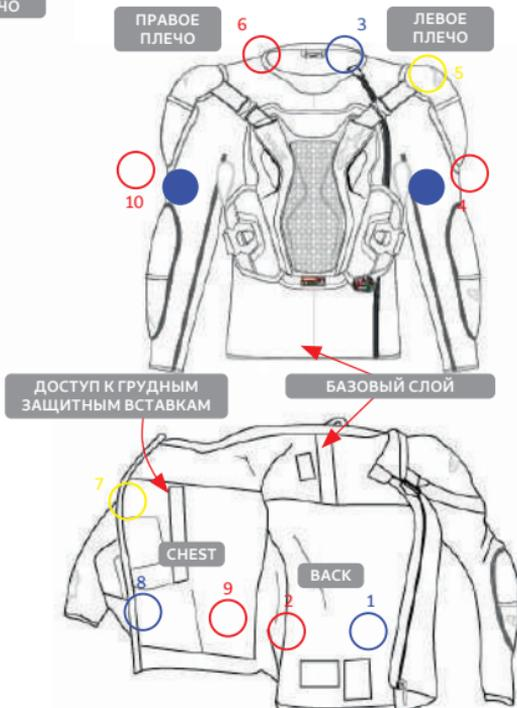

Рисунок 28: Расположение зажимов на подушке безопасности (слева) и на базовом слое системы (5) (справа)
1) Сначала разместите систему спинкой вниз на ровной поверхности, предпочтительно на верстаке или столе. Отсоедините подушку безопасности от базового слоя (5), открыв все соединительные клипсы, расположенные, как показано на рисунке 28. Доступ к этим соединениям осуществляется через специальные отверстия в базовом слое (5), также показанные на рисунке 28. Всего имеется 10 клипс крепления подушки безопасности, которые распределены и пронумерованы следующим образом (см. рис. 28): 3 клипсы в области левого плеча (клипсы 3-4-5), 2 клипсы в области правого плеча (6 и 10), 3 клипсы в области груди (7-8-9) и 2 клипсы в области нижней части спины (1-2). Рекомендуется отсоединять клипсы в следующем порядке: начните с клипс в нижней части спины (1 и 2), затем переходите к клипсам в области плеч (3-4-5 и 6), затем — к клипсам на груди (7-8-9), и завершите отсоединением последней клипсы на правом плече (номер 10) (см. рисунок 28).
2) После отсоединения всех клипс поверните систему так, чтобы защита спины была сверху, и откройте нижнюю молнию в отсеке для гидратора (9) и электронного блока (16), расположенного на спине системы. Чтобы это сделать, потяните красную петлю вниз правой рукой и одновременно приподнимите электронный блок вверх левой рукой.
Затем пользователь может осторожно вытянуть всю подушку безопасности из системы Tech-Air[®] до полного извлечения. Далее пользователь должен удалить светодиодный дисплей (4) из его посадочного места. Для этого поверните систему так, чтобы защита спины была снова внизу. Засуньте руку внутрь системы через внутреннее отверстие в левой части груди. Проведите рукой вверх к петле на правом плече и извлеките соединительный кабель, потянув его через петлю. Затем откройте карман на липучке на левой стороне груди, чтобы получить доступ к зоне тактильной вибрации (3). Пользователь должен извлечь датчик молнии активации из кармана. Затем потяните кабель вниз через отверстие доступа к зоне вибрации (3) на левой стороне до полного удаления кабеля (см. рисунок 28). После этого откройте карман на липучке, расположенный на левой части грудного протектора, и удалите дисплей (4). На этом этапе все электронные компоненты (13, 15, 19) должны быть полностью удалены из системы.
1. Сначала разместите систему спинной частью вверх. Пользователь должен вставить подушку безопасности через спинное отверстие в базовом слое. Особое внимание следует уделить отсутствию перекрутов или складок. Подушку необходимо устанавливать с максимальной аккуратностью, четко совмещая каждый клипс по цвету и номеру с соответствующим соединением внутри системы. Пользователь **ОБЯЗАН** закрепить подушку на всех 10 клипсах, как показано на рисунке 28. Рекомендуется выполнять эту операцию с уже установленными инфляторами (17) в соответствующем съемном отсеке инфляторов (18). Для прикрепления подушки к соединительным клипсам используйте отверстия на передней части базового слоя (5) и сопоставьте пронумерованные и цветные ярлыки на подушке и базовом слое (см. рис. 28). Обратите внимание: клипсы 4 и 10 имеют двойную маркировку (синюю и красную). Убедитесь, что красные стороны совпадают с красными, а синие — с синими, чтобы обеспечить правильную ориентацию подушки.
ПРЕДУПРЕЖДЕНИЕ! Клипсы нижней части спины (1 и 2) должны быть закреплены перекрестно, как показано на рисунке 24, формируя крест на спине подушки безопасности. Это необходимо для надежной фиксации. Клипсы 1 и 2, соответственно, прикрепляются к противоположным сторонам: клипс 1 — к левому креплению, клипс 2 — к правому (см. рис. 28). Это приведет к легкому нахлесту нижнего края подушки безопасности.